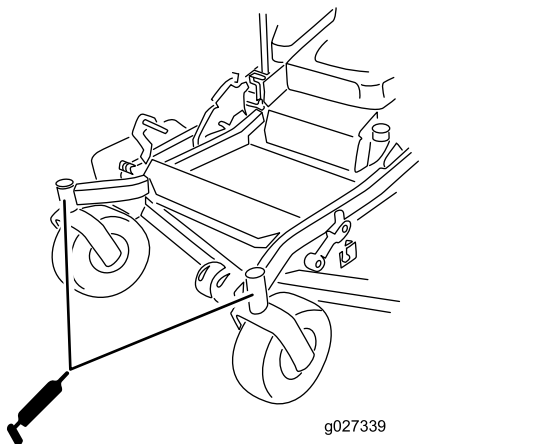

Figure 46
12. Remettez le bouchon hexagonal et le capuchon protecteur en place (Figure 46).